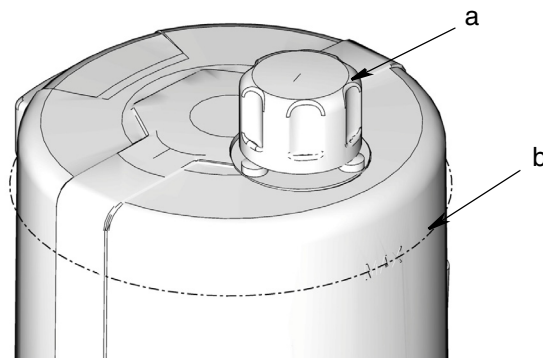

FIG. 29
- Ne pas trop remplir (FIG. 29).